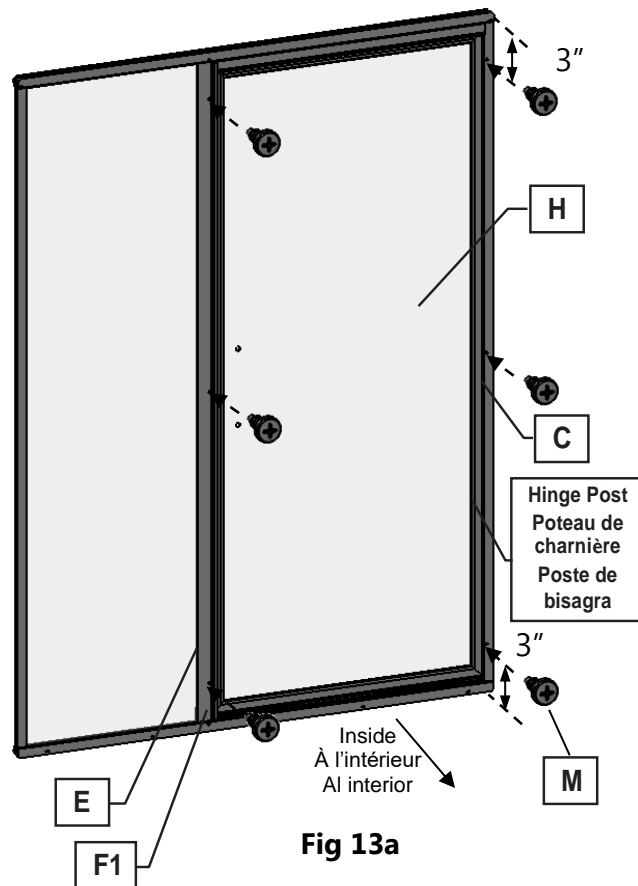

Fig 13a
2. When satisfied with the adjustments, secure the Hinge Post to the **Wall Jamb (C)** from inside the shower using three **#6 x 3/8" PHPT Adjustment Screws (M)**. Place one screw in the center, and the other two at 3" from the top and bottom. (Fig 13a/13b)
3. Inspect the magnetic closure again. Then secure the **Strike Post (F1)** to the **Inline Post (E)** from inside the shower using three **#6 x 3/8" PHPT Adjustment Screws (M)**. Place one screw in the center, and the other two 3" from the top and bottom. (Fig 13a/13b)
2. Lorsque vous êtes satisfait des ajustements, fixez le montant de la charnière au **montant du mur (C)** depuis l'intérieur de la douche à l'aide de trois **vis de réglage PHPT n° 6 x 3/8 po (M)**. Placez une vis au centre et les deux autres à 3" du haut et du bas. (Fig. 13a/13b)
3. Inspectez à nouveau la fermeture magnétique. Fixez ensuite le **montant mural (F1)** au **poteau en ligne (E)** depuis l'intérieur de la douche à l'aide de trois **vis de réglage PHPT #6 x 3/8" (M)**. Placez une vis au centre et les deux autres à 3 po du haut et du bas. (Fig. 13a/13b)